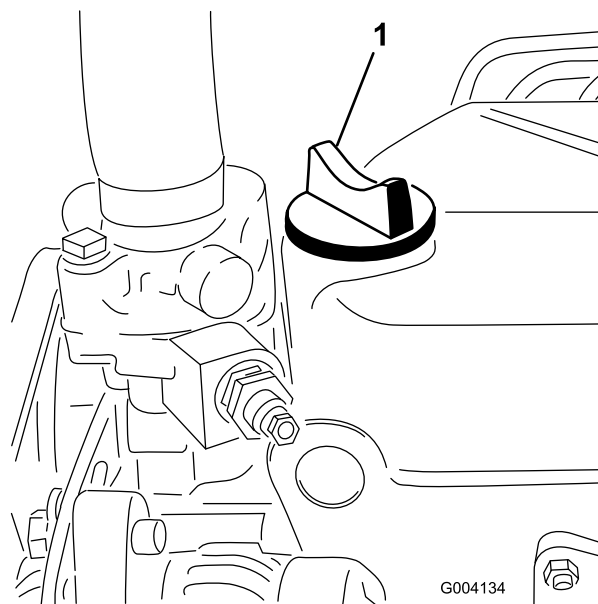

Figure 32
5. Si le niveau n'atteint pas le repère du plein, enlevez le bouchon de remplissage (Figure 32) et faites l'appoint jusqu'à ce que le niveau correct soit atteint.